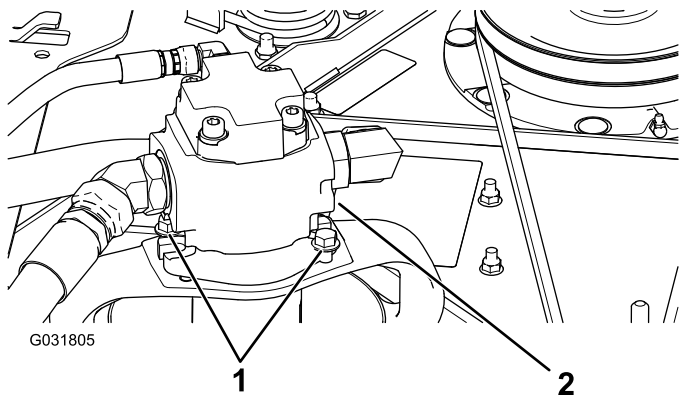

Figura 115
5. Retire los pernos que sujetan el motor hidráulico a la carcasa del cortacésped (Figura 115).
3. Retire los pernos que sujetan el motor hidráulico a la carcasa del cortacésped (Figura 115).